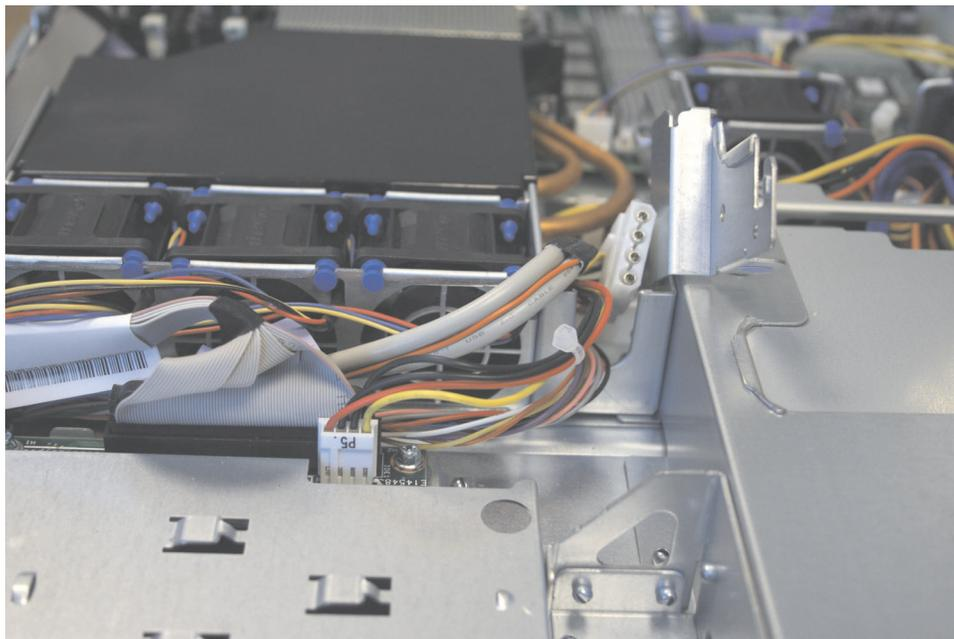

図 148. SAN ボリューム・コントローラー 2145-8A4 電源機構上の電源 P5 コネクタ
8. 図 148 に示すように、CD/DVD インターフェース・カードから、電源ケーブルおよびコネクタ P5 を切り離します。